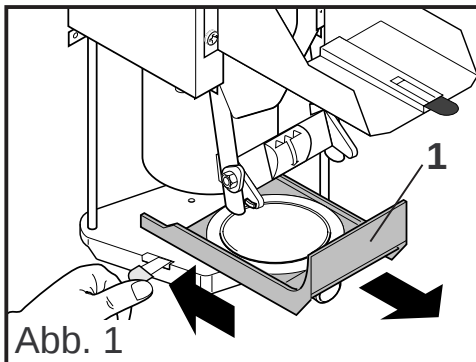

Abb. 1
Siebplattenhalter (1) herausziehen (Abb.1).